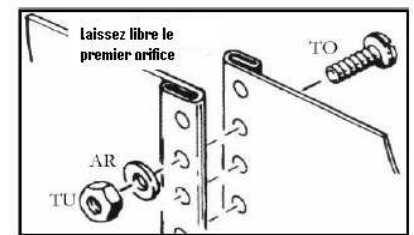

fig. 15
- Joignez les deux extrémités de la paroi de la piscine à l'aide des vis, boulons et rondelles. Les têtes des vis doivent rester toujours à l'intérieur de la piscine et les boulons et les rondelles à l'extérieur (Fig. 15). Il est extrêmement important d'insérer les vis (TO), boulons (TU) et rondelles (AR) dans chacun des trous prévus à cet effet, faute de quoi la piscine risquerait de se casser (fig. 15).